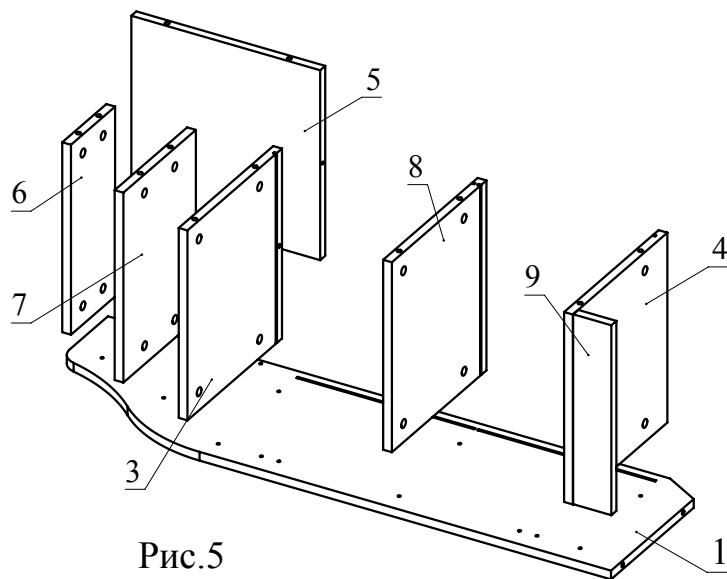

Рис.5
5. Соберите сборку согласно схемы (Рис. 5), затянув головки минификсов конфирматным ключом по часовой стрелке до упора (Рис. 5). Соедините деталь 3 с деталью 5 при помощи конфирмата.